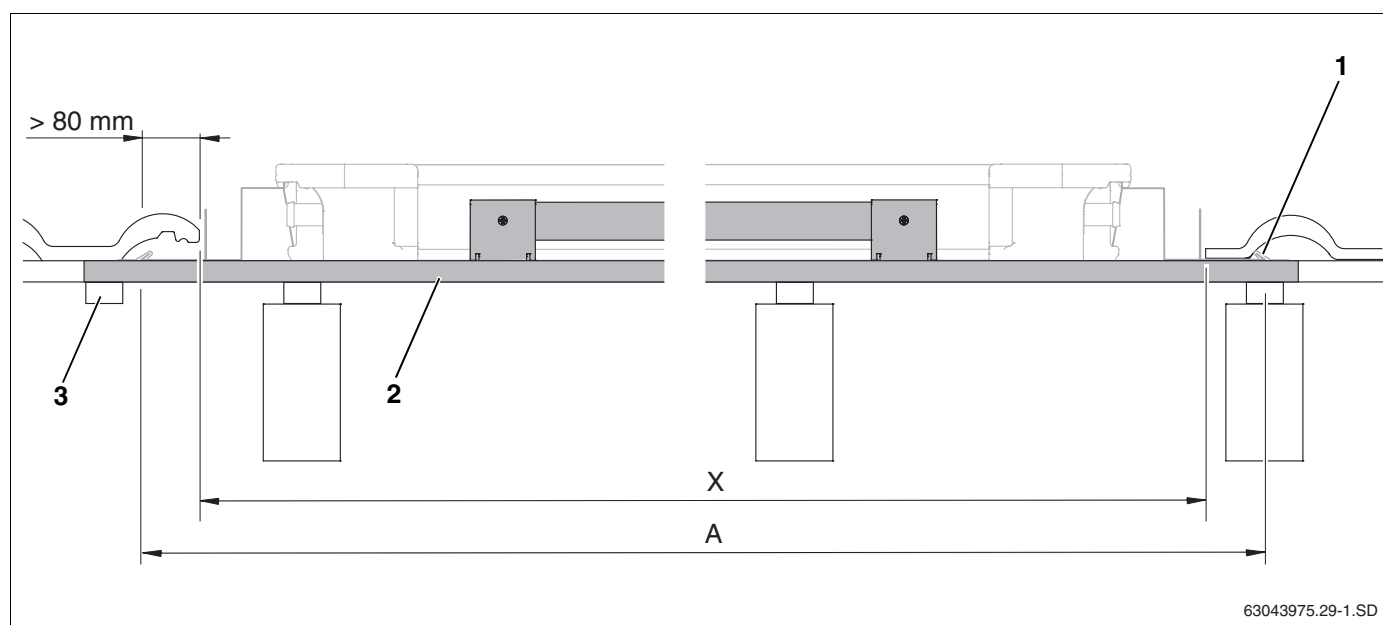
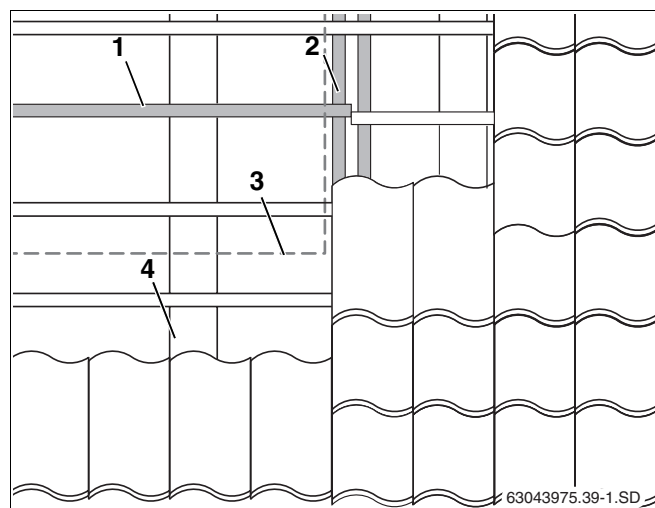

Рис. 9 Длина дополнительной обрешетки (здесь: первая рейка обрешетки внизу с креплением от сползания)
Рис. 13 Смещение обрешетки в области коллекторов
Минимальная длина дополнительной обрешетки (рис. 9, **поз. 2**) соответствует ширине поля коллекторов (таб. 5, стр. 14, размер A) плюс примерно 10 см для боковых прихватов (рис. 9, **поз. 1**).
- Закрепите стыки обрешетки на стропилах или прочно соедините с имеющейся обрешеткой крыши (рис. 9, **поз. 3** и рис. 13, **поз. 2**).
Если понадобится установить дополнительную обрешетку (рис. 13, **поз. 1**) в зоне уже существующей, то нужно существующую обрешетку сместить в зоне поля коллектора (рис. 13, **поз. 3**) и прочно закрепить (рис. 13, **поз. 2**).